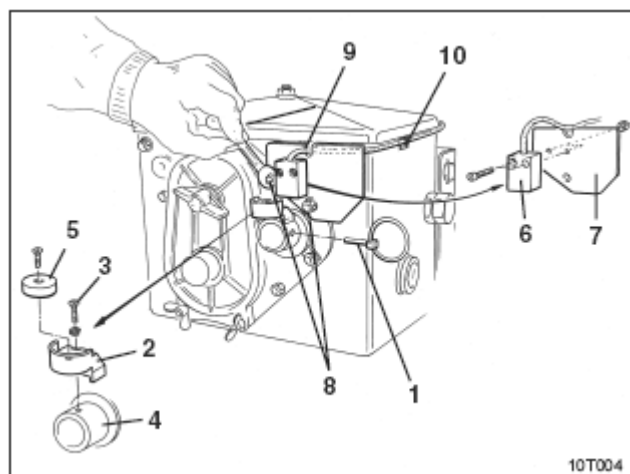

Рис. 9.1
- ☐ Снимите палец с пружинным фиксатором (рис. 9.1/1, соединяющий ворошильный вал с приводом).
- ☐ Приверните держатель магнитов (рис. 9.1/2) самонарезающим винтом M4 x 10 (рис. 9.1/3) с пружинной шайбой к полому валу редуктора (рис. 9.1/4).
- ☐ Привинтите магнит (рис. 9.1/5) самонарезающим винтом M4 x 10 к держателю магнита.
- ☐ Приверните датчик (рис. 9.1/6) к держателю датчика (рис. 9.1/7).
- ☐ Приверните держатель датчика (рис. 9.1/7) к редуктору двумя корпусными гайками (рис. 9.1/8).
- ☐ Проложите кабель датчика рис. 9.1/9) в кабину трактора.
Закрепите кабель на сеялке с помощью липких пластин (рис. 9.1/10) и кабельных стяжек.
- ☐ Вставьте палец с пружинным фиксатором (рис. 9.1/1) в отверстие полого вала редуктора.